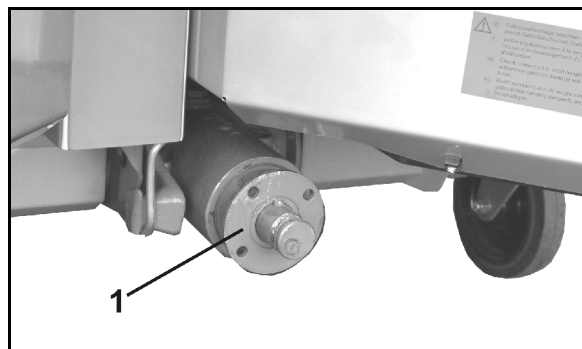

Bild 24
1. Dra av flänsbussningen (Bild 24/1) från växellådans ingående axel med hjälp av avdragaren.